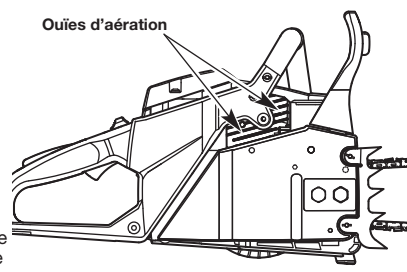

Fig. 54
- Les débris doivent être régulièrement retirés des ouïes d'aération afin de réduire le risque de provoquer des dommages sur l'appareil et des blessures corporelles dus au feu. Utilisez de l'air comprimé, à 40 PSI ou moins, pour souffler les débris des ouïes d'aération (Fig. 54). Portez toujours des lunettes de sécurité ou une visière lorsque vous nettoyez les ouïes d'aération à l'air comprimé. Utilisez une petite brosse métallique pour déloger les débris tenaces. N'utilisez pas d'eau ou de solvants sur les ouïes d'aération. Si une quantité importante de débris demeure après le nettoyage, faites nettoyer les ouïes d'aération par un professionnel agréé.